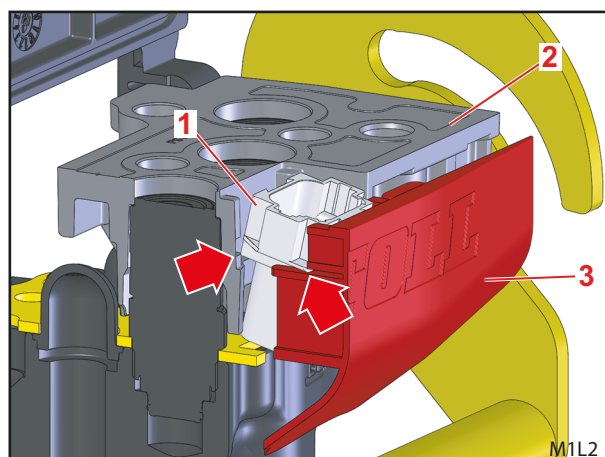

Fig. 14 Montar a parte inferior do Hydro-Fix - Conector elétrico e cobertura
(6) Avançar a parte inferior do Hydro-Fix na válvula (não até completamente para baixo).
(7) Colocar o conector elétrico ligeiramente inclinado de modo a que deslize nos guias e nos apoios ao montar a cobertura e a parte superior do Hydro-Fix (consulte as setas em Fig. 14).
(8) Introduzir completamente a cobertura e pressionar simultaneamente e com cuidado a parte inferior do Hydro-Fix para baixo.
(9) Fixar a parte inferior do Hydro-Fix com os 5 parafusos M8x45.